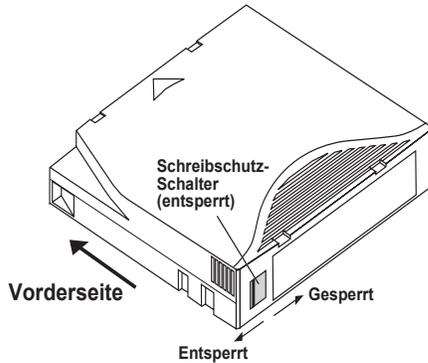

Abbildung 10. Ultrium-Kassette mit dargestelltem Schreibschutz-Schalter
Ultrium-Kassetten besitzen einen schiebbaren Schreibschutzschalter auf der hinteren rechten Ecke der Kassette, wie in Abbildung 10 auf Seite 28 dargestellt.
- Wenn Sie den Schalter ganz zur Ecke der Kassette schieben, (wie in Abbildung 10 auf Seite 28 dargestellt), können Daten von der Kassette gelesen werden und sie kann beschrieben werden.